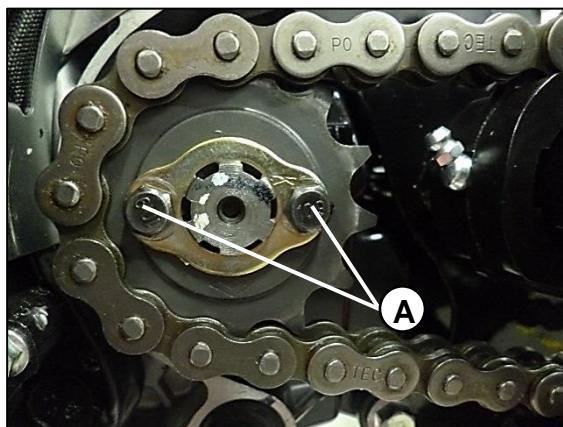

Fig. 19
Desajuste los tornillos (A) para extraer el piñón de salida. **Fig.19**